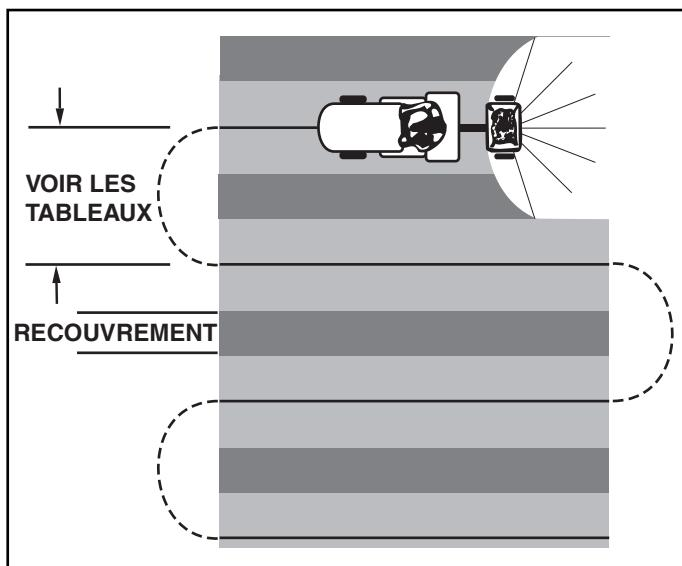

FIGURE 17
8. Pour assurer un épandage uniforme, effectuez chaque passe de sorte que sa couverture recouvre légèrement celle de la passe précédente, comme indiqué par la figure 17. Les largeurs approximatives de couverture pour différents produits sont indiquées dans le tableau d'application ci-dessous.